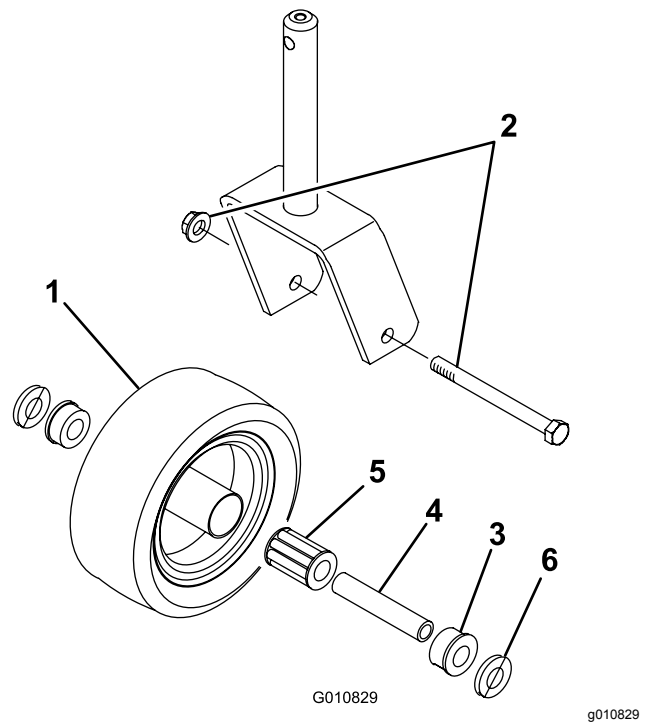

Bild 22
1. Entfernen Sie die Sicherungsmutter von der Kopschraube, mit der das Laufrad an der Gabel befestigt ist (Bild 22).
3. Ziehen Sie die Spannbüchse aus der Radnabe (Bild 22).
9. Drücken Sie die andere Büchse in das freie Ende der Radnabe, um das Lager im Inneren der Radnabe zu halten (Bild 22).